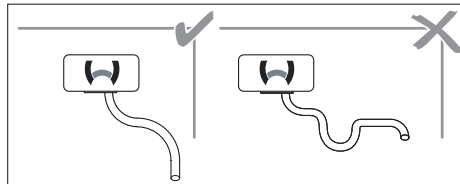

Abb. 18: Siphons vermeiden (Gefahr von Kondensatan- sammlung)
- ▶ Abgasleitungen vom Heizgerät durchgängig fallend einbauen, so dass Kondensat abfließen kann. Siehe Abb. 18.